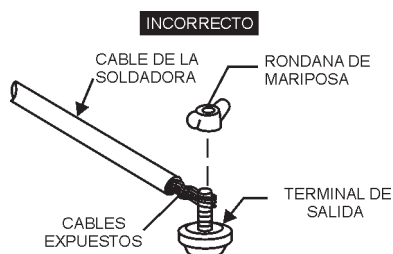

Figura 23. Cable para soldar (Cables descubiertos)
2. Sujete el conector de la terminal de la medida correcto al extremo de cada cable. **NUNCA** conecte **cables descubiertos ó expuestos** (Figura 23) directamente a las terminales. El cableado expuesto puede causar arco eléctrico ó ruptura dieléctrica debido a la mal conexión.